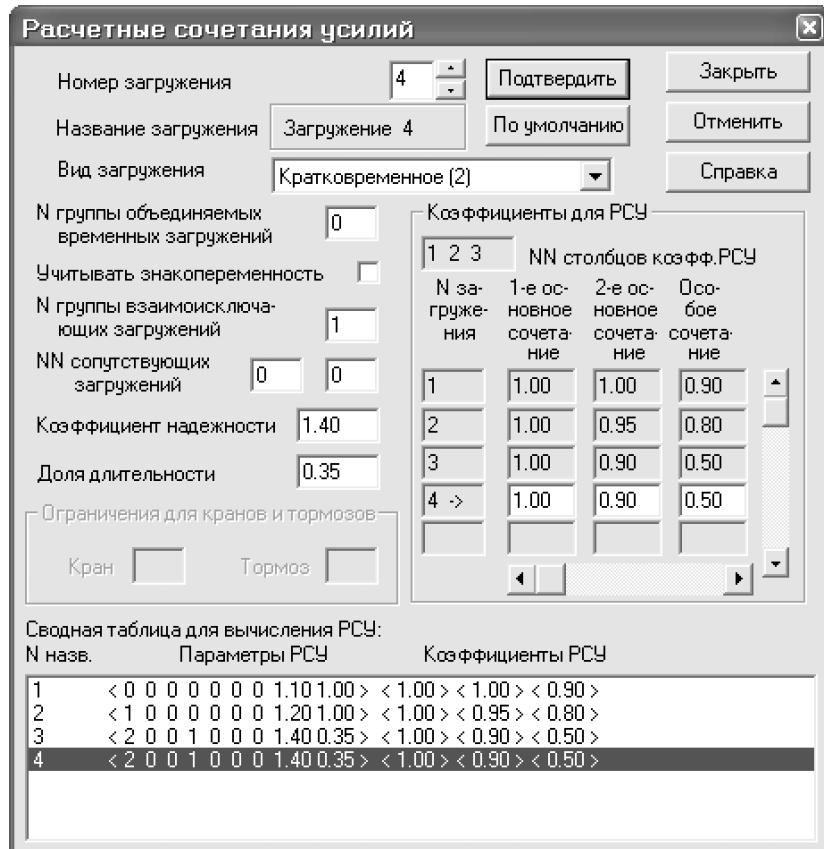

Рис.1.14. Диалоговое окно Расчетные сочетания усилий
- С помощью пункта меню **Нагрузки** ⇒ **РСУ** ⇒ **Генерация таблицы РСУ** (кнопка  на панели инструментов) вызовите диалоговое окно **Расчетные сочетания усилий** (рис.1.14).
- для Загружения 1 выберите в списке Вид загружения – **Постоянное (0)** и щелкните по кнопке **Подтвердить** (в строке **Номер загружения** номер автоматически изменился на **2**);
- для Загружения 2 выберите в списке Вид загружения – **Временное длит. (1)** и щелкните по кнопке **Подтвердить** (в строке **Номер загружения** номер автоматически изменился на **3**);
- для Загружения 3 выберите в списке Вид загружения – **Кратковременное (2)**, в текстовом поле **№ группы взаимоисключающих загружений** задайте **1**, в текстовом поле **Коэффициент надежности** задайте **1.4** и после этого щелкните по кнопке **Подтвердить** (в строке **Номер загружения** номер автоматически изменился на **4**);
- для Загружения 4 (повтор данных загружения 3) выберите в списке Вид загружения – **Кратковременное (2)**, в текстовом поле **№ группы взаимоисключающих загружений** задайте **1**, в текстовом поле **Коэффициент надежности** задайте **1.4** и после этого щелкните по кнопке **Подтвердить**.